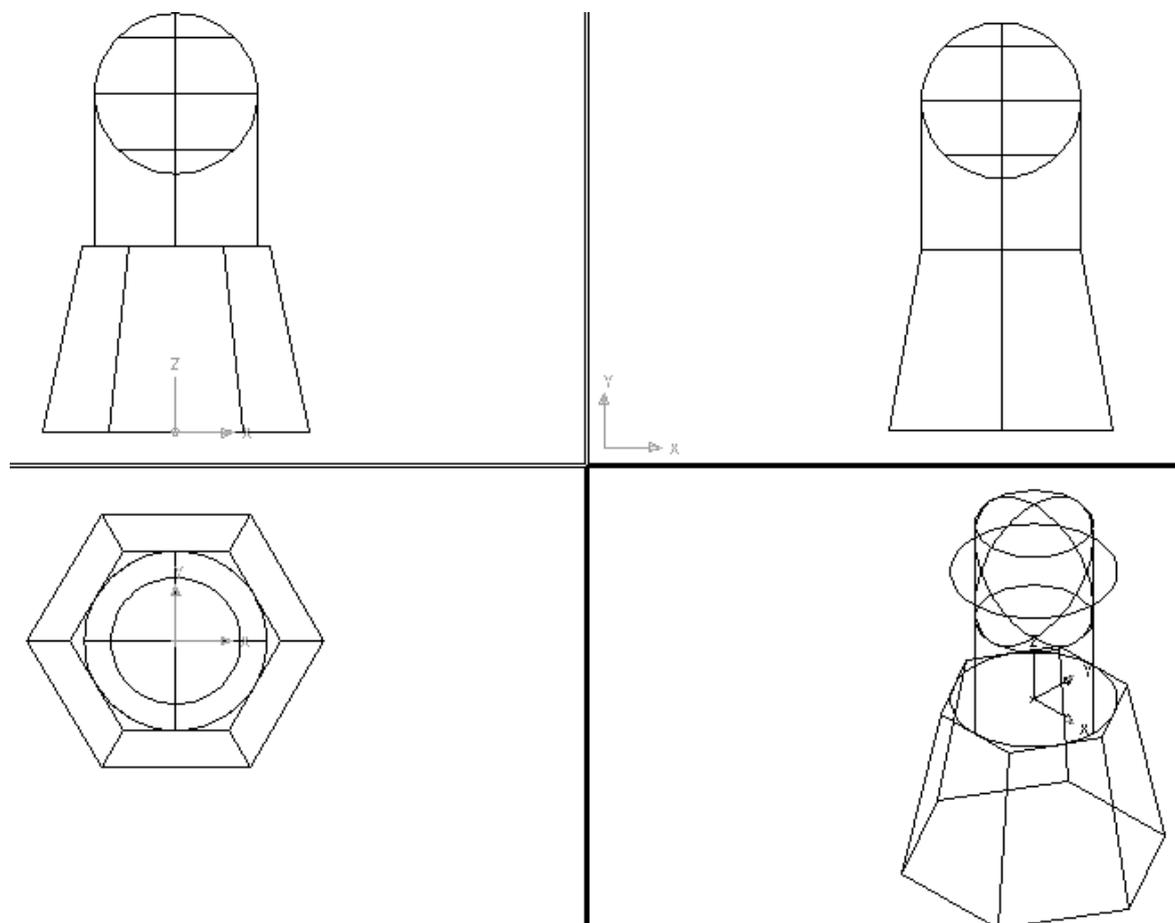

Рис. 6.13. Формирование и компоновка примитивов, из которых состоит тело
2. В соответствии с вариантом задания сформировать твердотельные примитивы, из которых состоит моделируемый объект. Для удобства и точности построений рекомендуется перед созданием примитива устанавливать новую UCS(ПСК). На рис. 6.13 в видовом окне изометрической проекции для создания цилиндра введена ПСК, расположенная на верхнем основании усеченной пирамиды. Модель формируется в любом видовом экране, а изменения будут автоматически отображаться во всех экранах.